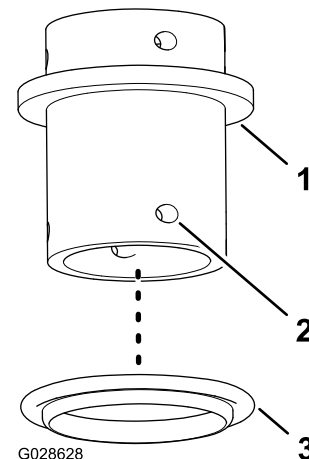
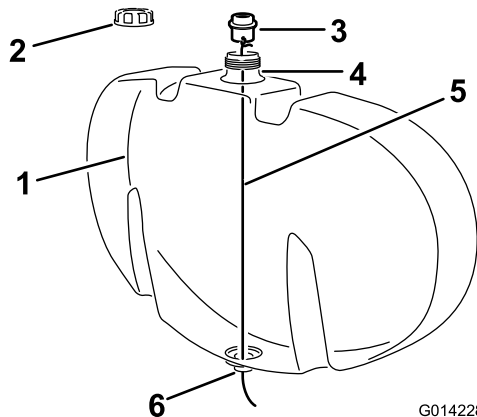

Figura 8
Figura 9
- Instalai garnitura de etanare cu flană pe fittingul plăcii despăritoare (Figura 8).
- B. Ataai un cablu, mai lung decât înălțimea rezervorului, la unul dintre orificiile pentru furca de fixare din fitingul plăcii despăritoare (Figura 8 i Figura 9)
- C. Îndepărtați capacul rezervorului, introduceți cablul prin gâtul buonului și treceți cablul prin orificiul de evacuare din partea inferioară a rezervorului (Figura 9).